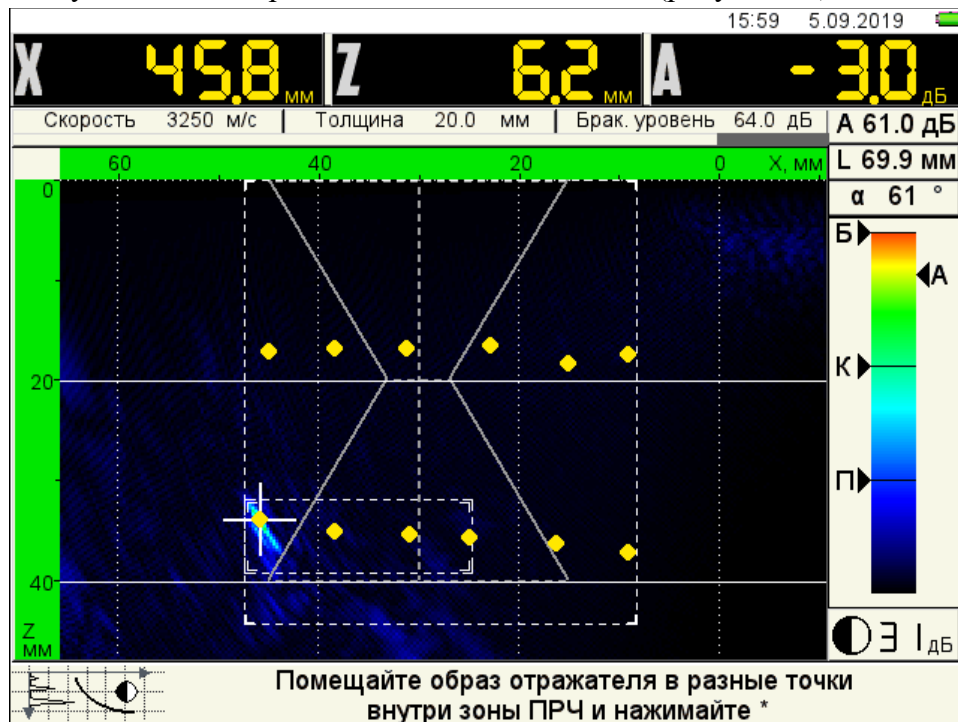

Рисунок 11
– поворачивая АР на месте, добиться максимума амплитуды образа отражателя и нажать клавишу  – на экране появится желтая точка (рисунок 11).